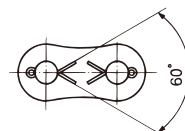

図22. 割ピンの開脚
- 1) 割ピンの開脚は60°程度としてください（図22）。割ピンの再使用や市販の割ピンは使用しないでください。